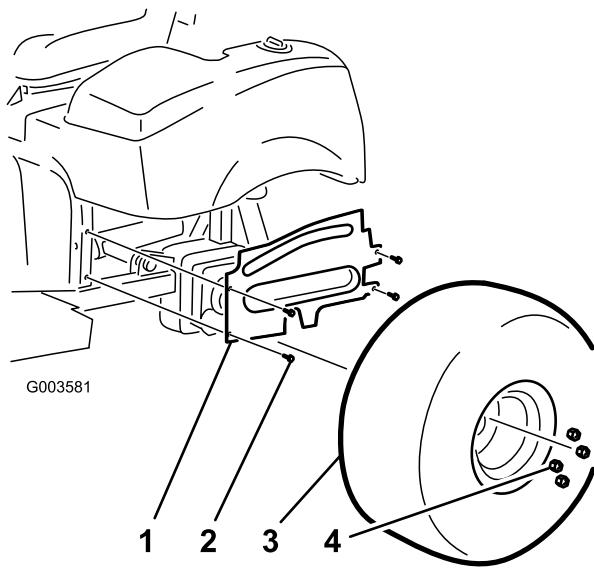

Figura 3
4. Rimuovete le 4 viti a testa flangiata che fissano la copertura della ruota sinistra al telaio (Figura 3). Rimuovete e conservate la copertura.